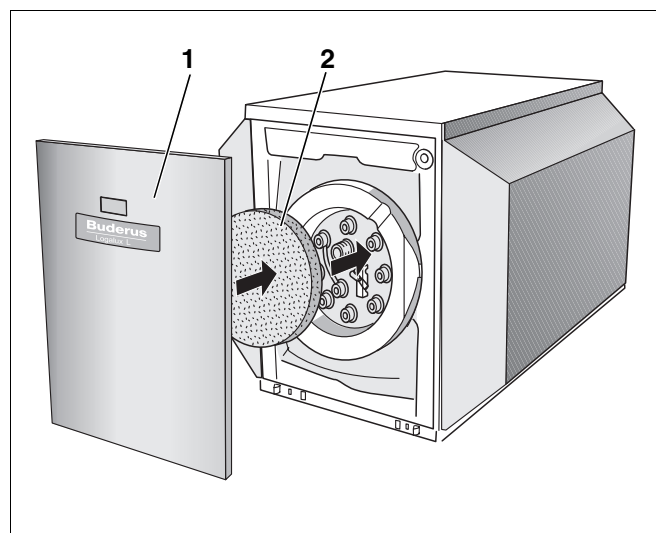

Рис. 19 Установка теплоизоляции и передней стенки
- Установить теплоизоляционный элемент (рис. 19, **поз. 2**) на крышку люка.
- Подвесить переднюю стенку (рис. 19, **поз. 1**) сверху и нажать на нее снизу до защелкивания в баке.